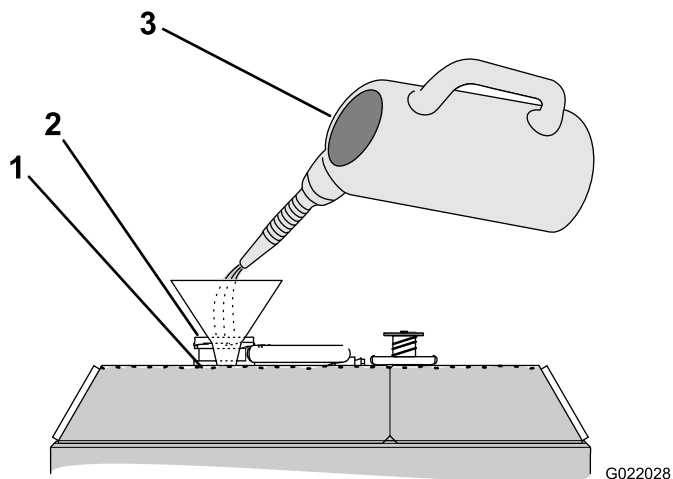

Рисунок 141
3. Залейте в радиатор охлаждающую жидкость так, чтобы ее уровень дошел до низа заливной горловины (Рисунок 141).